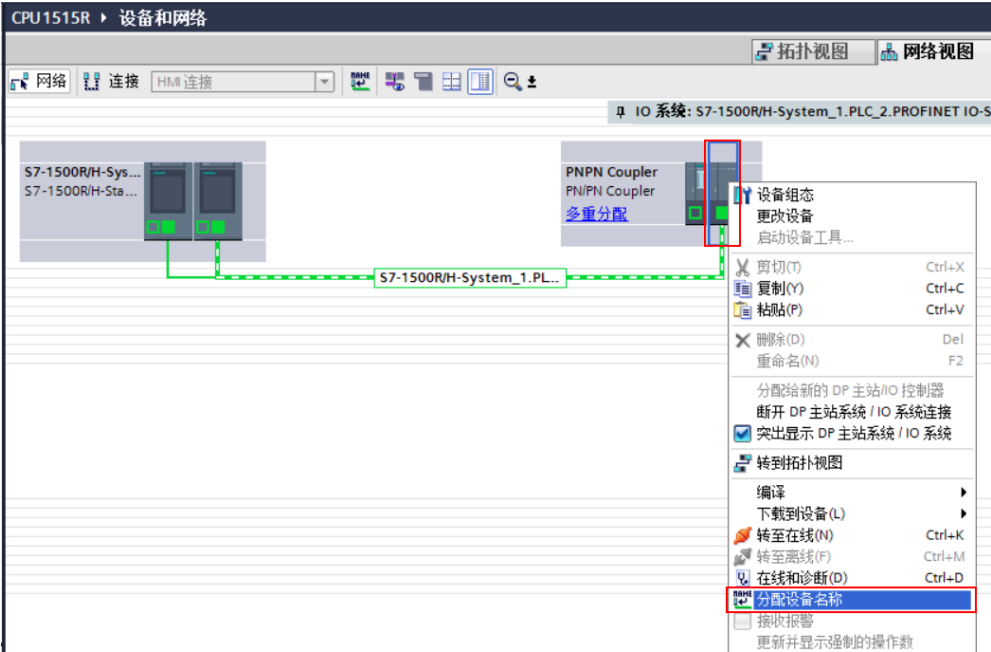
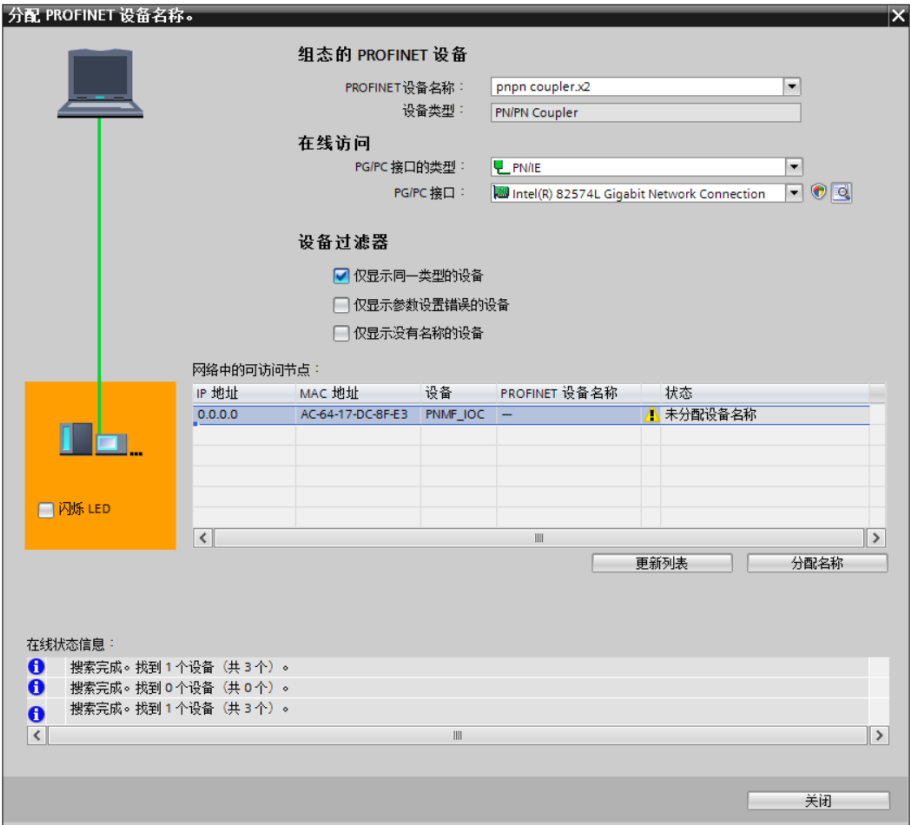
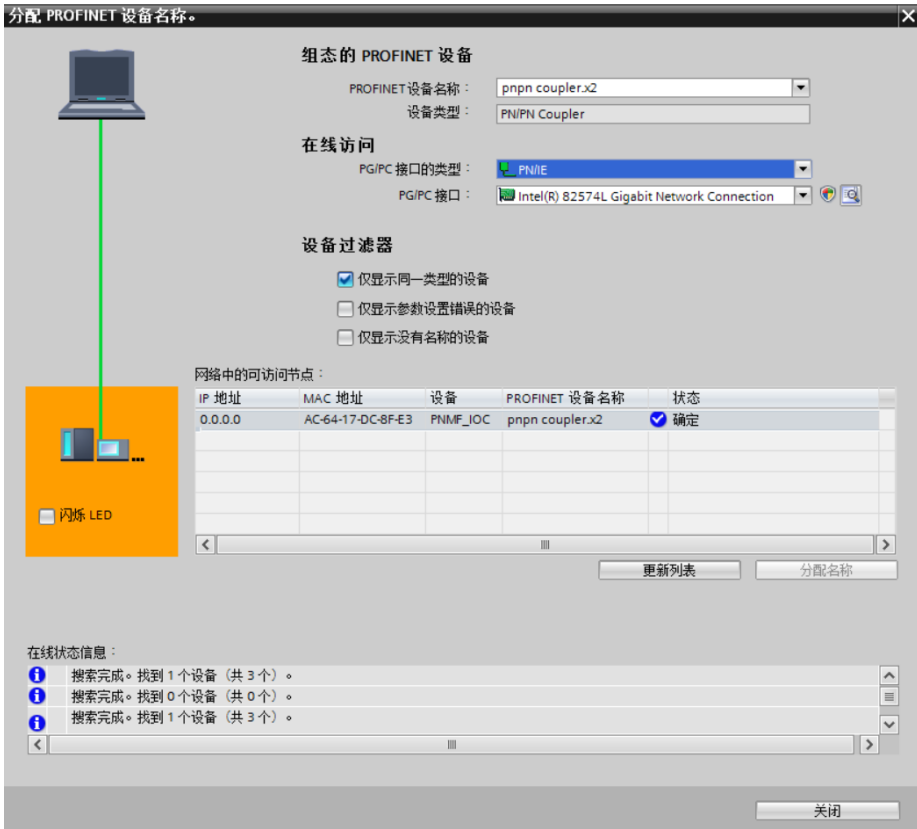

图 2-24 右键单击右侧 X2 部分弹出菜单
图 2-25 更新列表后分配名称
图 2-26 分配成功
9) 将计算机的网线插到 PN/PN Coupler 的 PROFINET 接口 X2 网络的网口上，为 PN/PN Coupler 的 X2 部分分配设备名称。鼠标右键点击右半部分，弹出菜单选择“分配设备名称”如图 2-24，图 2-25，图 2-26。